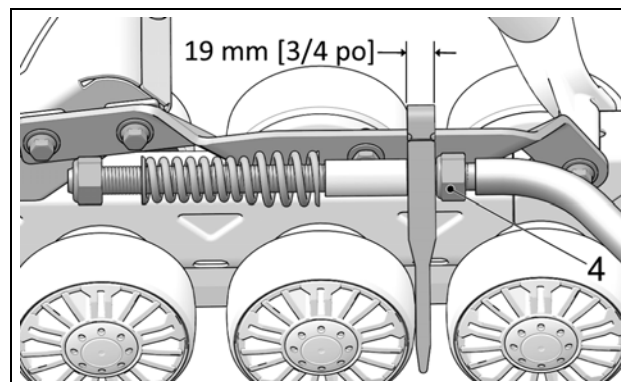

Figure 13
- Régler l'écrou (4) afin de produire une distance de 19 mm entre le guide du bras stabilisateur et l'écrou, comme le montre la Figure 13.